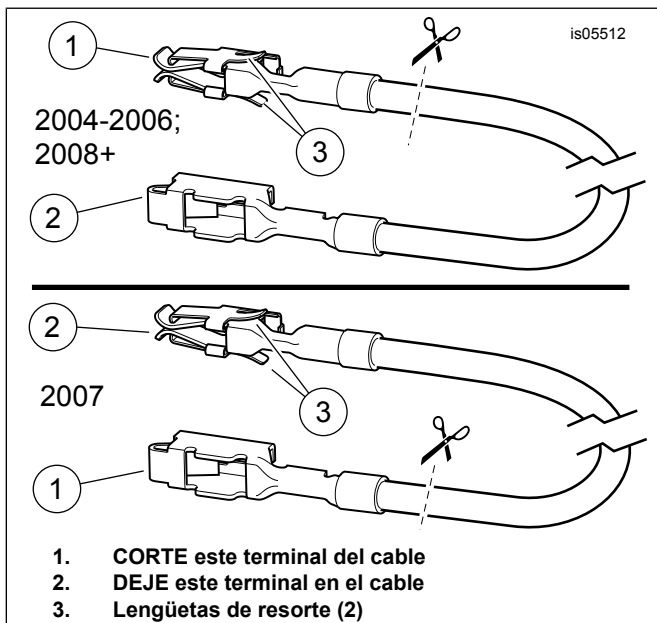

Figura 4. Cable adaptador del bloque de fusibles (Touring FL)
- a. **Modelos de 2004 a 2006:** Vea Figura 4. (Vista superior). Observe el terminal en cada extremo. Solamente el terminal SIN las lengüetas de resorte encaja dentro de la cavidad de fusibles. Cuidadosamente corte el terminal CON lengüetas de resorte del cable y deséchelo.
- b. **Modelos de 2007:** Vea Figura 4. (Vista inferior). Observe el terminal en cada extremo. Solamente el terminal CON las lengüetas de resorte encaja dentro de la cavidad de fusibles. Cuidadosamente corte el terminal SIN lengüetas de resorte del cable y deséchelo.
- c. **Modelos de 2008 a 2013:** Vea Figura 4. (Vista superior). Observe el terminal en cada extremo. Solamente el terminal SIN las lengüetas de resorte encaja dentro de la cavidad de fusibles. Cuidadosamente corte el terminal CON lengüetas de resorte del cable y deséchelo.